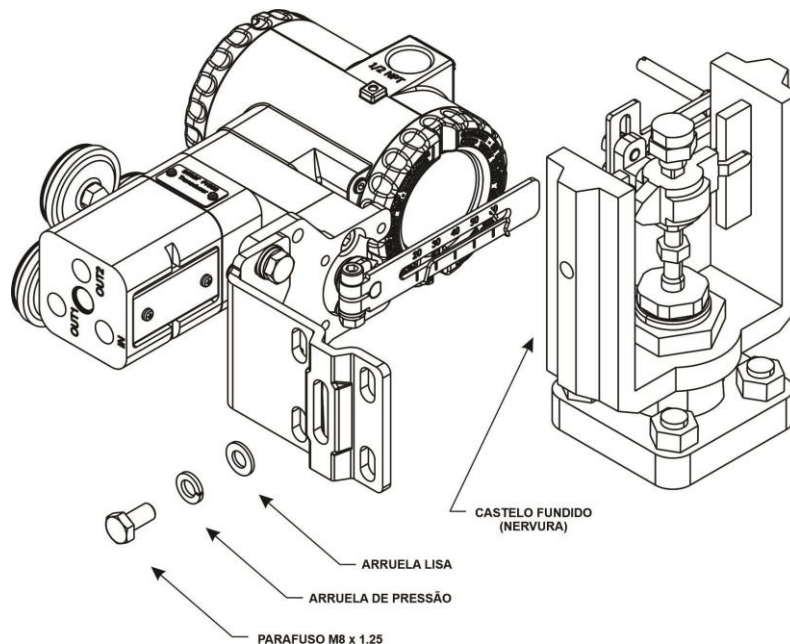

Figura 1.13 – Fixação do suporte de montagem ao castelo fundido com superfície de nervura
- Para atuadores com castelo fundido com superfície de nervura, utilize parafuso M8x1,25, arruela de pressão e arruela lisa. Veja figura 1.13.